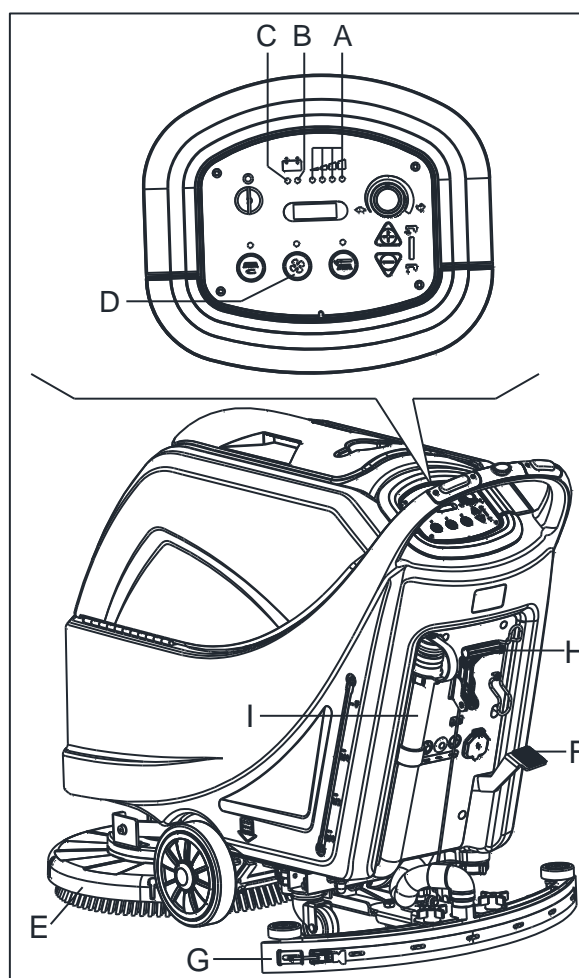
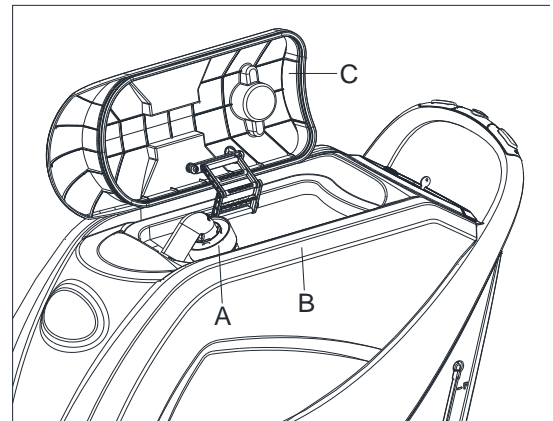

Figure 10
Figure 11
Jusqu'à ce que le témoin lumineux vert (A, Figure 10) reste allumé les batteries assurent un fonctionnement normal à la machine. Lorsque le témoin lumineux vert (A) s'éteint, et que le témoin lumineux jaune (B) s'allume, il est conseillé de charger les batteries, car la charge restante ne durera que quelques minutes (en fonction de la batterie et du travail à effectuer). Lorsque le témoin lumineux rouge (C) s'allume, les batteries sont complètement déchargées. Après quelques secondes, la brosse/le plateau support disque est automatiquement arrêté, tandis que le système d'aspiration et (uniquement pour les machine à traction) le système d'entraînement restent allumés, pour terminer le séchage du sol et conduire la machine à la zone de recharge.
Un système automatique de fermeture à flotteur (A, Figure 11) bloque le système d'aspiration lorsque le réservoir d'eau de récupération (B) est plein. La désactivation du système d'aspiration est indiquée par une augmentation soudaine du bruit du moteur d'aspiration, le sol aussi n'est pas sec.
Si le système d'aspiration s'éteint accidentellement (par exemple, lorsque le flotteur est activé en raison d'un mouvement soudain de la machine), pour reprendre l'opération: désactiver le système d'aspiration en appuyant sur le commutateur (D, Figure 10), puis retirer le couvercle (C, Figure 11) et vérifier que le flotteur à l'intérieur de la grille (A) a baissé jusqu'au niveau de l'eau. Ensuite, remettre le couvercle (C) et mettre le système d'aspiration en appuyant sur le commutateur (D, Figure 10).
Lorsque le réservoir d'eau de récupération (B, Figure 11) est plein, le vider selon la procédure suivante.
2. Soulever la plate-forme de la brosse/du plateau support disque (E, Figure 10) en appuyant sur la pédale (F, Figure 10). (uniquement pour la machine à disque)
3. Soulever l'embouchure (G, Figure 10) avec le levier (H, Figure 10).
5. Vider le réservoir d'eau de récupération avec le tuyau (I, Figure 10). Ensuite, rincer le réservoir (B, Figure 11) avec de l'eau propre.